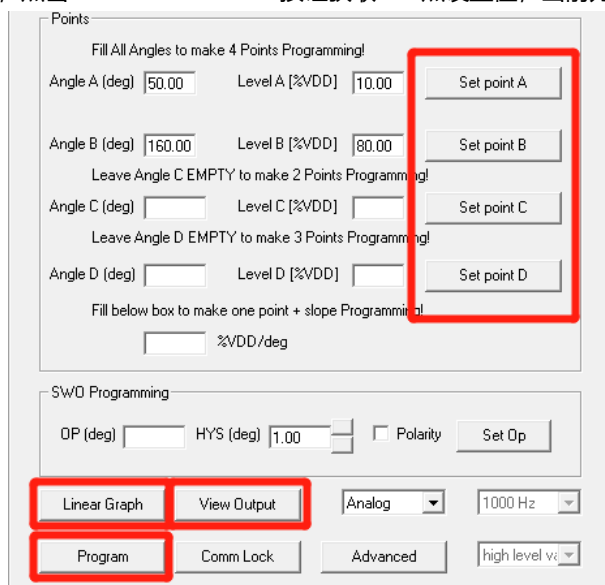

图 4.2.6
5、图 4.2.6，将磁铁（传感器）角度置于需要编程的第一个位置，稳定后点击 Set Point A 按钮读取当前芯片角度值，并显示在 Angle A 中，当前读出芯片角度为 50.00°；再将磁铁（传感器）角度置于要编程的第二个位置，待稳定后点击 Set Point B 按钮读取当前芯片角度值，并显示在 Angle B 中（160.00°），手动设置编程的位置芯片需要输出的电压百分比的值，写入 Level A（10%）及 Level B（80%）中，即可完成芯片编程参数设置。
图中为通用的两点编程模式，若需要做更高的三点或四点编程，则依次使用 Set point 按钮设置编程角度值，并填写对应的电压值即可。（注：若为两点编程，需要将 C、D 编程区域框中的数据清除，如上图 4.2.6；同理若为三点编程，则需要将 D 对应的 Angle 及 level 两框中的数据清除。）